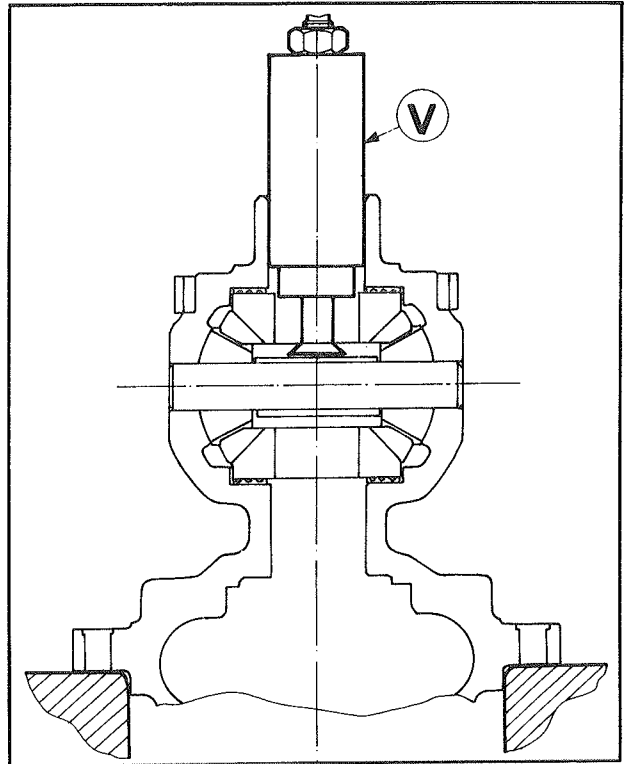

Fig. 1
- Mettre en place l'outil (V) sans la rondelle par l'extérieur (fig. 1).